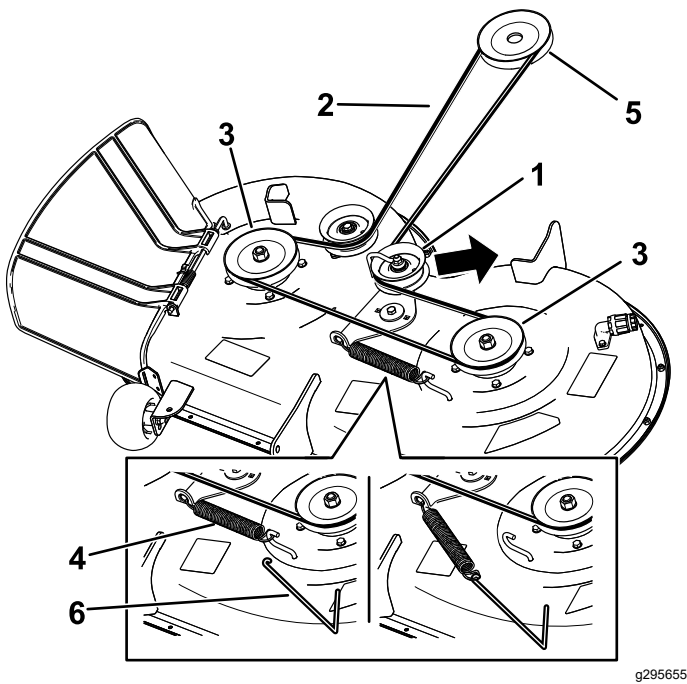

Figura 57
7. Con una herramienta para la retirada de muelles (Pieza Toro N.º 92-5771), retire el muelle tensor del gancho de la carcasa para eliminar la tensión de la polea tensora y retire la correa de las poleas (Figura 57).
8. Pase la correa nueva alrededor de las poleas del motor y del cortacésped (Figura 57).
9. Con una herramienta para la retirada de muelles (pieza Toro n.º 92-5771), instale el muelle tensor sobre el gancho de la carcasa y tense la polea tensora y la correa del cortacésped (Figura 57).